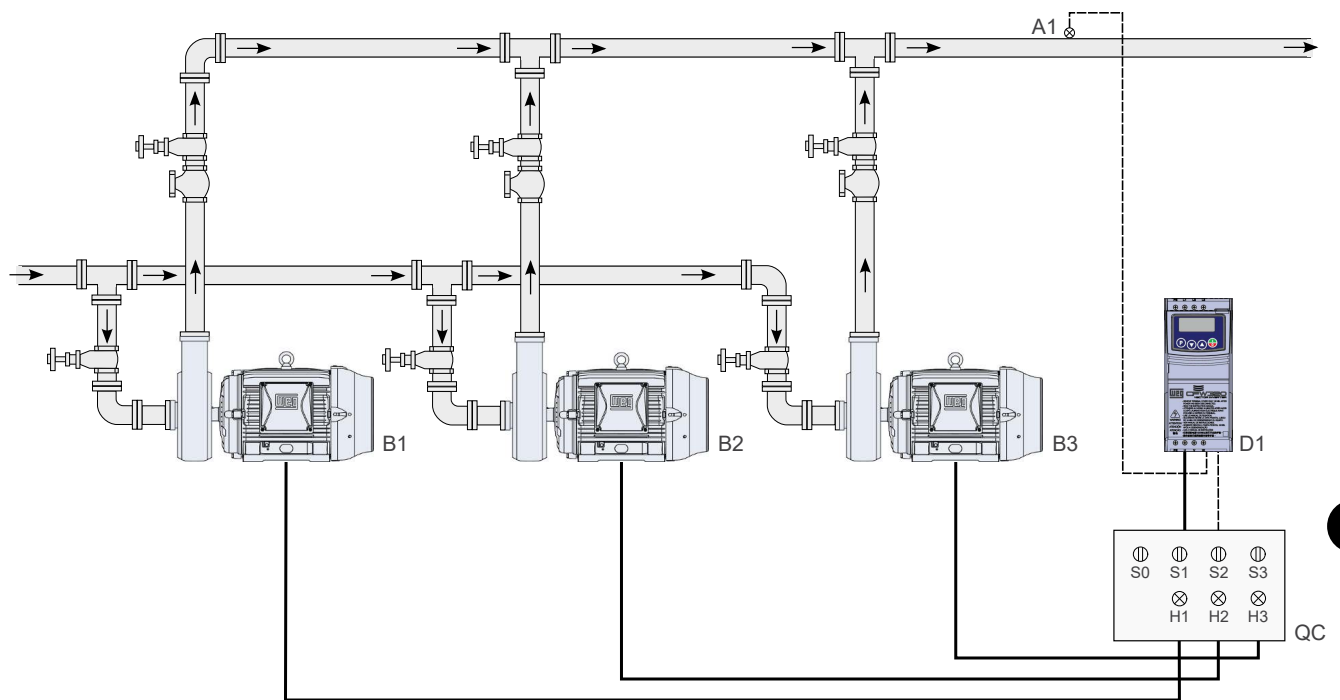
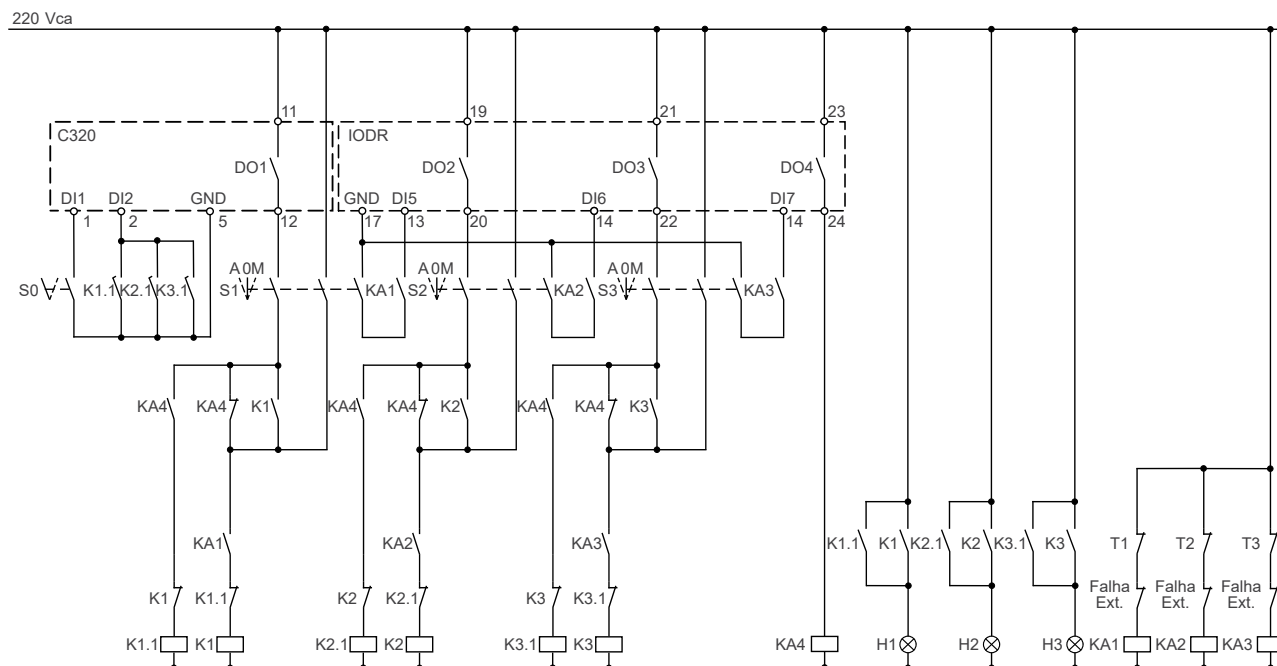

Figura 4.19: Aplicação Pump Genius Multipump com controle móvel tipo 2 e setpoint do controle via HMI
Figura 4.22: Diagrama funcional para a aplicação Pump Genius Multipump com controle móvel tipo 2 e três bombas em paralelo
Ou seja, com o controle do bombeamento habilitado e todas as bombas desligadas, a primeira bomba a ser acionada é conectada ao inversor através do comando de uma saída digital. Quando for necessário uma bomba adicional, a bomba conectada ao inversor será comutada para a rede de alimentação e a próxima bomba será acionada pelo inversor de frequência CFW320. O intertravamento que evita que duas ou mais bombas sejam conectadas ao inversor é feito de maneira elétrica conforme Figura 4.22 na página 4-26.
A Figura 4.19 na página 4-23 apresenta um acionamento típico com três bombas em paralelo e setpoint do controle via HMI, sendo basicamente composto por:
As sinalizações H1, H2 e H3 não são necessárias para o funcionamento do Pump Genius Multipump com controle móvel tipo 2, pois servem somente para indicar a condição de funcionamento das bombas no quadro de comando (QC). Na Figura 4.19 na página 4-23, as sinalizações H1, H2 e H3 vêm de contatos auxiliares dos contadores K1, K1.1, K2, K2.1, K3 e K3.1 que acionam as bombas 1, 2 e 3 conforme mostrado na Figura 4.22 na página 4-26
A Figura 4.22 na página 4-26 apresenta o diagrama funcional de um sistema de bombeamento com três bombas em paralelo com controle móvel tipo 2: